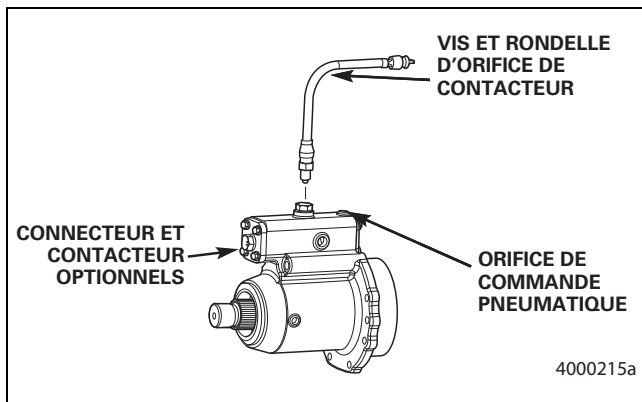

Figure 7.4
1. Retirer la vis et la rondelle à l'extrémité du bouchon de la prise de force. Figure 7.4.
1. Retirer la vis et la rondelle de l'orifice de contacteur. Figure 7.4.